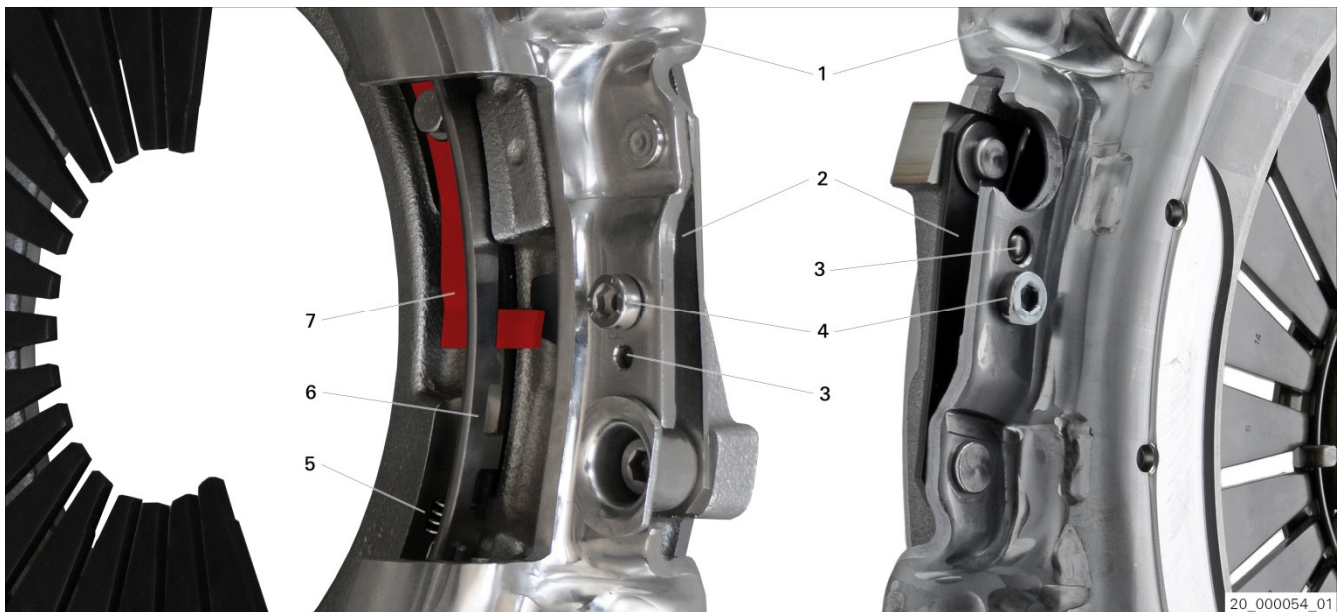

Рис. 1: Нажимной диск XTend с упорным винтом
- При установке нового ведомого диска всегда необходимо заменять и нажимной диск. Автоматическая компенсация износа (рис. 1) **не** может быть восстановлена.
Нажимной диск XTend с упорным винтом (Рис. 1)